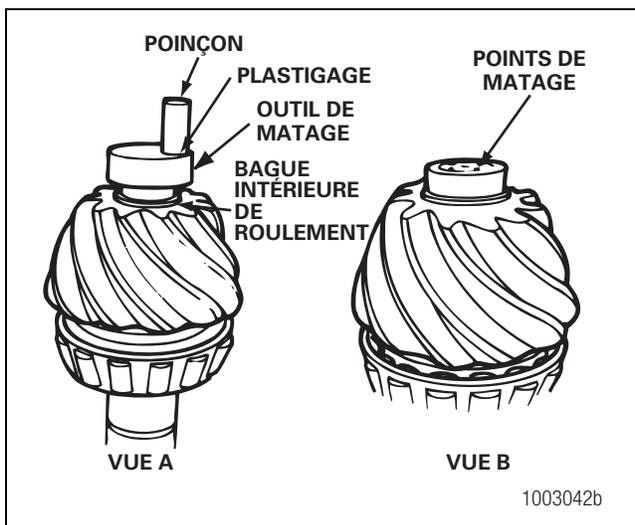

Figure 5.11
- Placer l'outil de matage sur la bague de roulement. Couper un morceau de cordon plastigage vert de 1 po (25 mm) et le placer entre le poinçon et l'outil de matage. Il n'est pas nécessaire d'utiliser du plastigage pour chaque point de matage. Utiliser du plastigage jusqu'à ce que la bonne force de frappe soit maîtrisée. Figure 5.11.
- Frapper le poinçon à l'aide d'un marteau de laiton de 2 à 3 lb (1 à 1,5 kg) de façon à déformer l'extrémité du nez de pignon. Retirer le plastigage et mesurer sa largeur à l'aide de l'échelle qui se trouve sur l'emballage. Le cordon écrasé ne doit pas mesurer moins de 0,003 po (0,0762 mm) de largeur. La largeur du cordon indique si la force de frappe sur le poinçon est suffisante. Si le cordon n'est pas suffisamment écrasé, il faut frapper plus fort pour assurer la bonne tenue de la bague de roulement. Tourner l'outil et répéter la procédure de façon à réaliser six points de matage équidistants autour du nez de pignon. Figure 5.11.